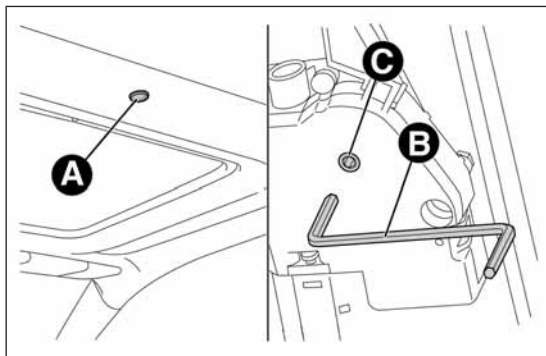

fig. 56
- rimuovi il tappo di protezione A fig. 56 ubicato sul rivestimento interno, tra le due tendine parasole;